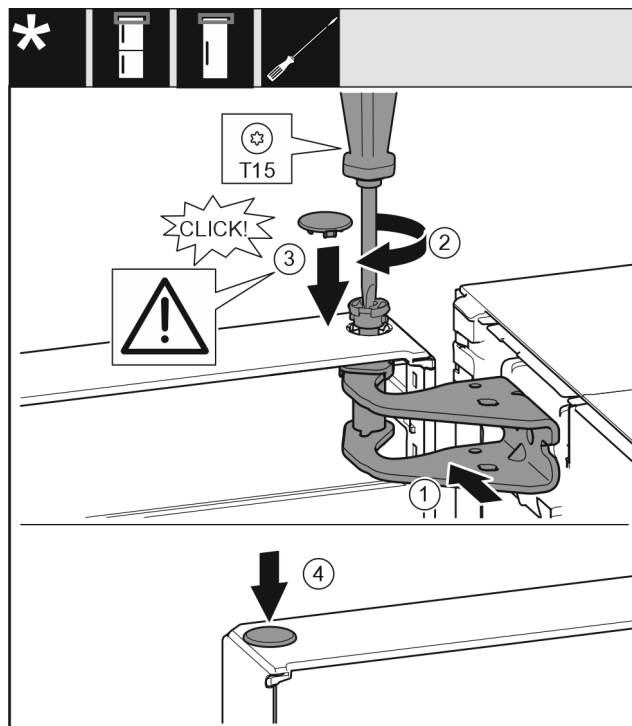

Fig. 19
- ▶ Justér døren foroven i forhold til åbningen i hængselbukken. Fig. 19 (1)
- ▶ Sæt boltten i, og skru den fast med skruetrækker T15. Fig. 19 (2)
- ▶ Monter sikringsafdækningen for at beskytte døren: Anbring sikringsafdækningen, og kontrollér, om det hviler på døren. Hvis dette ikke er tilfældet, skal boltten sættes helt i. *Fig. 19 (3)*
- ▶ Sæt propperne i. *Fig. 19 (4)*